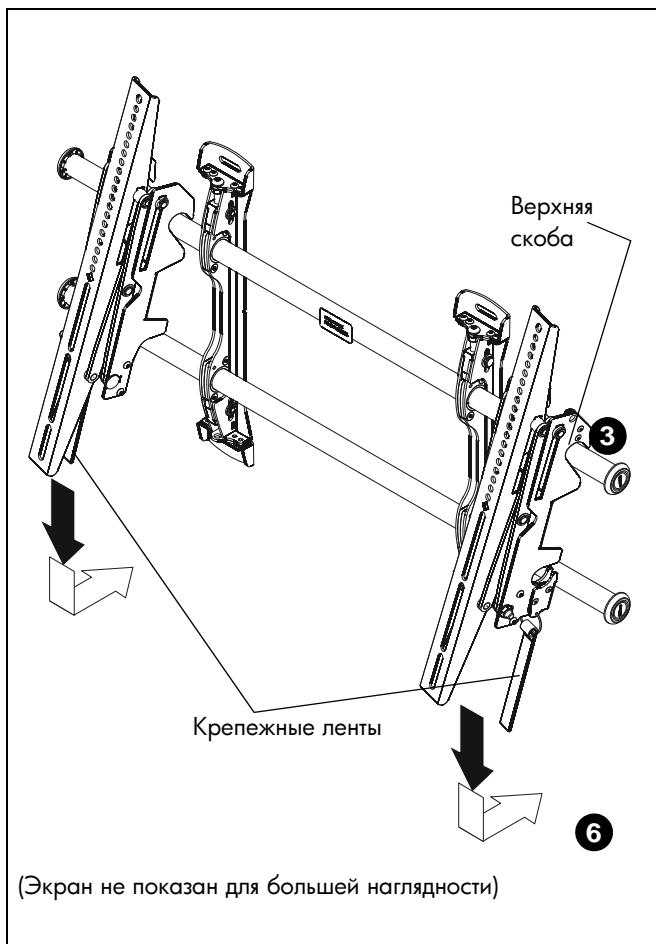

рис. 12
- Повесьте верхние скобы (U и V) соединительных кронштейнов на верхнюю рейку системы крепления (R). (См. рис. 12)
- Потяните крепежные ленты вниз и заверните их к стене – таким образом вы прикрепите соединительные кронштейны к нижней рейке и зафиксируете нижний край экрана в системе крепления. (См. рис. 12)